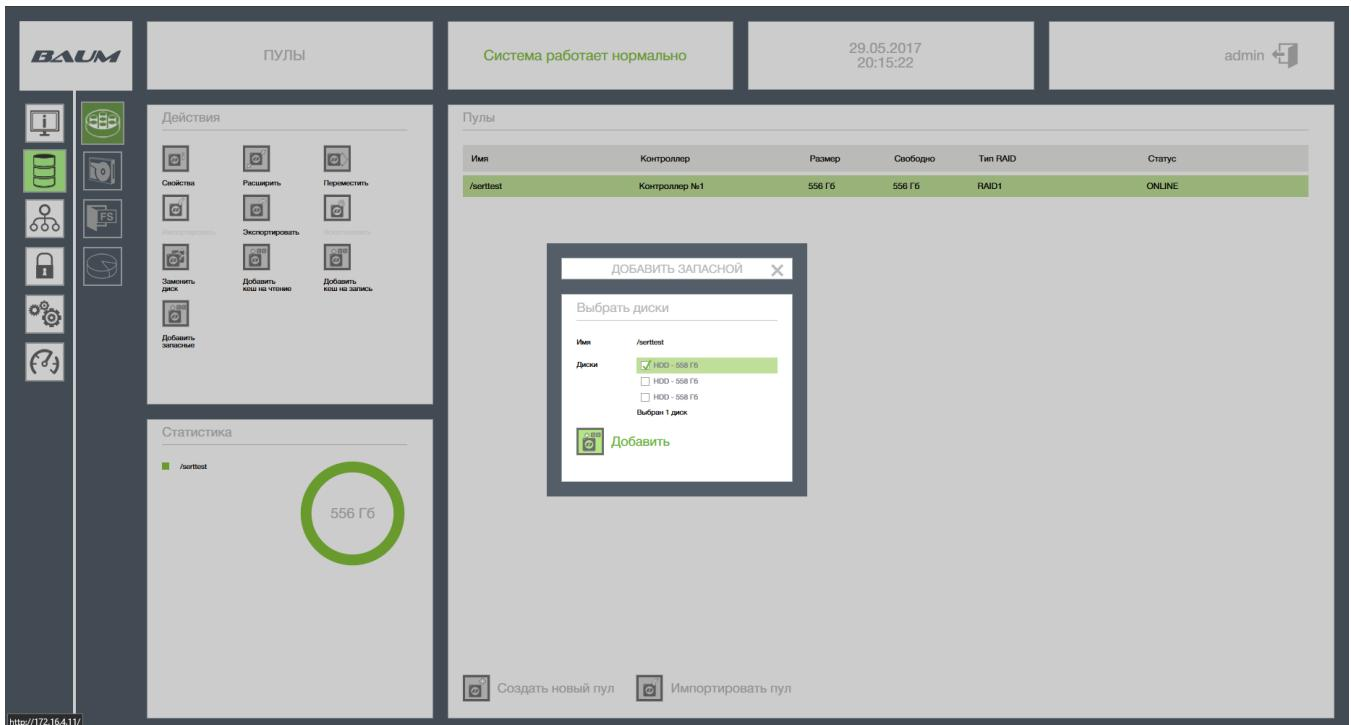

Рисунок 28 – Добавление в пул запасного диска
- 3) Нажать на кнопку «Добавить запасные» в окне «Действия» (см. Рисунок 28).